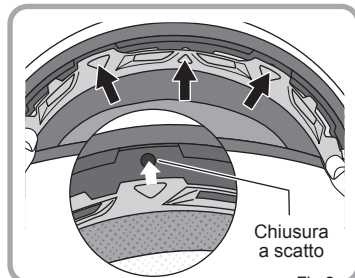

Fig.2
2. Chiudere i 3 bottoni a pressione sulla parte frontale come mostrato in Fig.2.